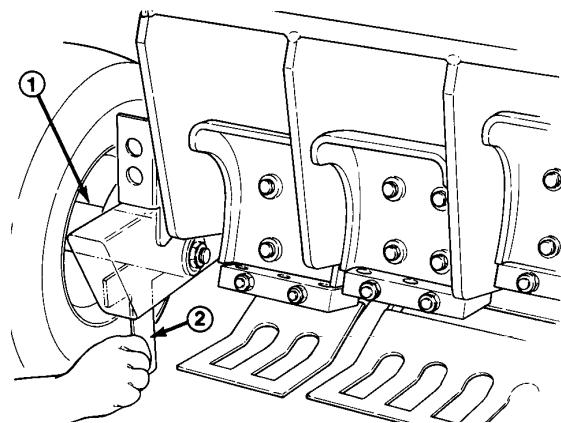

Bild 13
4. Diesen Vorgang mit Hilfe der langen Seite der Höhenmesslehre an jeder Hinterradachse (Bild 13) wiederholen.
4. Diesen Vorgang mit Hilfe der langen Seite der Höhenmesslehre an beiden Hinterradachsen (Bild 13) wiederholen.